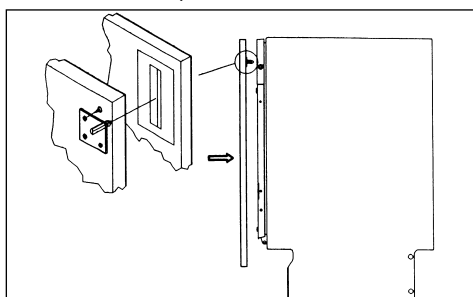
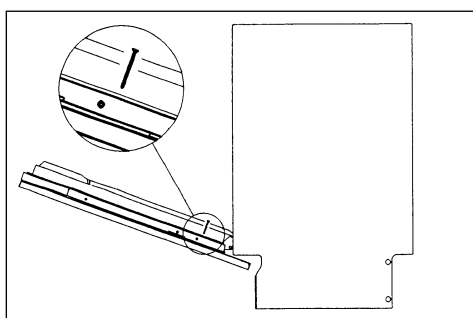

fig. 18a
fig. 18b
- Fixez le panneau sur la porte du lave-vaisselle en enfonçant les goupilles supérieures (voir fig. 18a) qui se trouvent dans les encoches de la partie en plastique. Faites glisser le panneau légèrement vers le haut. Fixez le panneau en vissant à partir de l'intérieur, comme il est indiqué à fig. 18b.